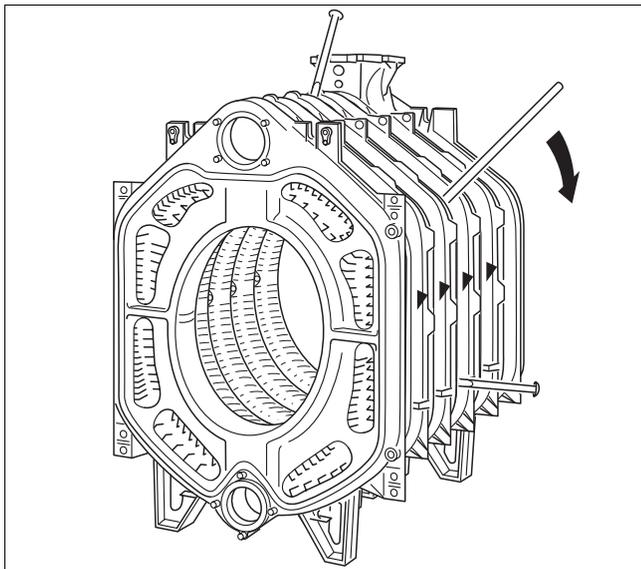

Bild 25 Kesselblock trennen
- ▶ Durch Eintreiben (Einschlagen) von Flachkeilen oder Meißeln an den vorgegebenen Stellen, oben und unten zwischen den Gliedern, den Kesselblock an der undichten Stelle trennen (→ Bild 25).